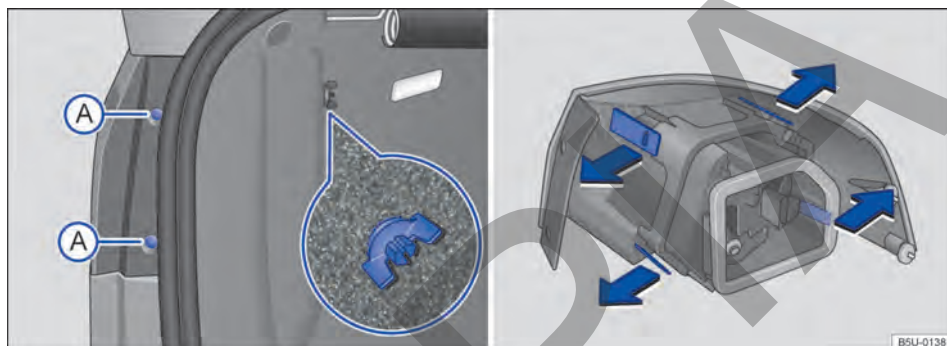
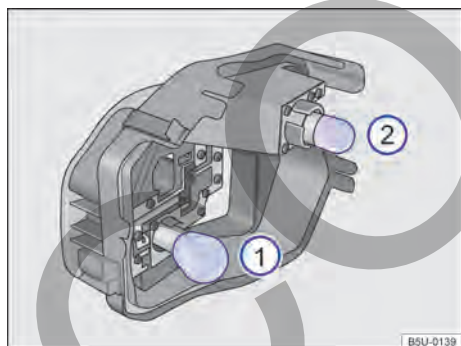

Fig. 159 En la carrocería remover la linterna trasera y el soporte de las lámparas.
Fig. 160 En el soporte de las lámparas: ubicación de las lámparas.
- ① Observar la lista de control y ejecutar las acciones → pág. 191.
- ② Abrir la tapa trasera → pág. 60.
- ③ Remover los tornillos de fijación → fig. 159 .
- ④ Soltar el tornillo mariposa → fig. 159 (lupa) y retirarlo, sosteniendo, al mismo tiempo, la linterna trasera.
- ⑤ Tirar cuidadosamente de la linterna hacia afuera, para desencajarla de la carrocería → ①.
- ⑥ Desencajar el conector de alimentación de las lámparas de la linterna, para remover totalmente la linterna.
- ⑦ Colocar la linterna trasera sobre una superficie limpia y lisa.
- ① Para desbloquear el soporte de las lámparas, presionar cada lengüeta de bloqueo en el sentido de las flechas → fig. 159.
- ② Remover el soporte de las lámparas de la linterna trasera.
- ③ Para remover las lámparas incandescentes quemadas → fig. 160 ① y ②, presionar la lámpara contra el soporte y girar, al mismo tiempo, en el sentido antihorario.
- ④ Cambiar la bombilla quemada por una bombilla nueva del mismo modelo. ▶
- ⑤ Para insertar las lámparas nuevas ① y ② en el soporte, presionar la lámpara y girar, al mismo tiempo, en el sentido horario, hasta el batiente.
- ⑥ Cerciorarse de que las lámparas estén correctamente fijadas en el soporte.
- ⑦ Instalar el soporte de las lámparas en la linterna trasera. Las lengüetas de bloqueo deben encajar de forma audible.
La ubicación e identificación de las lámparas incandescentes → fig. 160 están relacionadas a continuación: